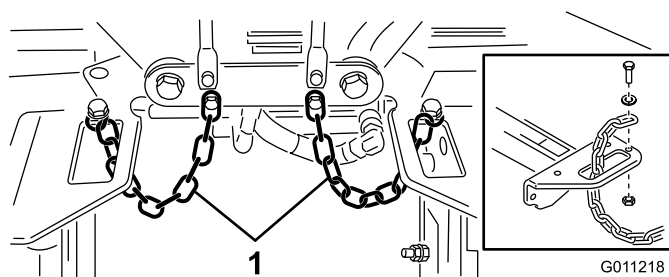

図 22
4. 各キャリアフレームのスロットにチッパーチェーンを下から上に通し、これらのチェーンをキャリアフレームの上に固定する（キャップスクリュー、ワッシャ、ロックナットを使用）（図 22）。